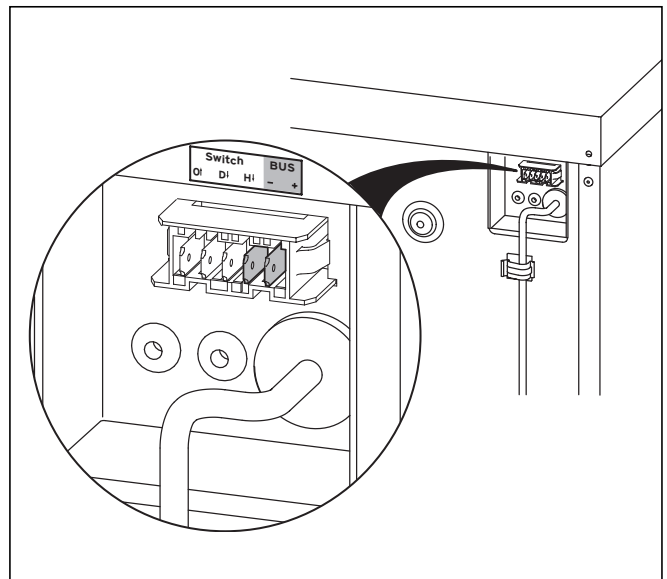

Abb. 4.11 Elektrischer Anschluss der Fernbedienung
- Schließen Sie das Steuerkabel entsprechend der Abbildung 4.11 an die E-Bus-Klemmen „+“ und „-“ an.